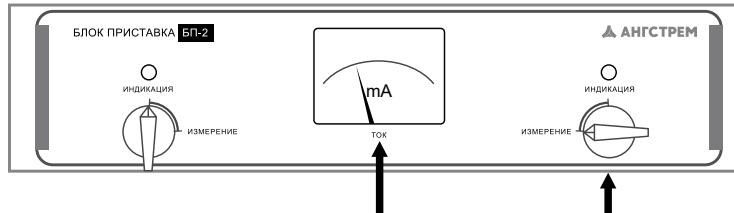

Рисунок 8
7.5 В процессе выдержки установленного значения напряжения, в течение необходимого (определенного руководящими документами) времени, поочередно переводите безразрывные переключатели S1 и S2 блока-приставки в положение «ИЗМЕРЕНИЕ» и считывайте показания миллиамперметра. Переключатели устанавливаются обратно в положение «ИНДИКАЦИЯ» (рисунок 8).
- при необходимости, до возникновения пробоя, можно количественно оценить значение тока в каждой цепи с помощью миллиамперметра, переведя соответствующий переключатель S1 или S2 в положение «ИЗМЕРЕНИЕ» (рисунок 8);